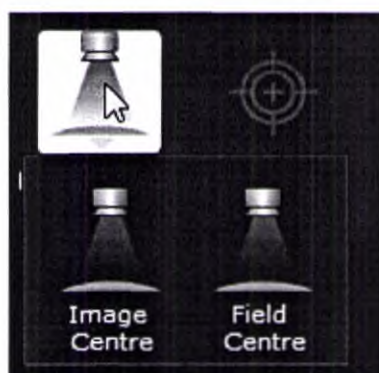

Рисунок 4.6 Всплывающее окно процедуры рентгенографического анализа
3. Выполните анализ изображений в формате DICOM, нажав кнопку **рентгенографического анализа** в строке меню на экране калибровки изоцентра и выбрав либо **центр изображения (Image Centre)**, либо **центр поля (Image Centre)** из выпадающего списка, см. Рисунок 4.6. Обратите внимание, что кнопка **рентгенографического анализа** активируется только после оценки допустимых отклонений дельт, т.е. статический захват или мониторинг дельт происходит в пределах заданных допусков для используемых значений допусков.